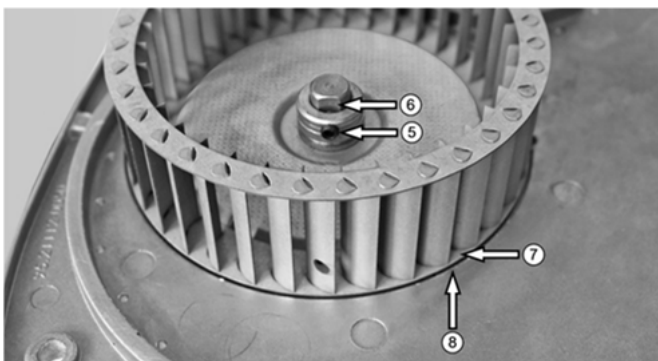

Abb. 28: Axiale Positionierung des Gebläserades
- ➔ Achten Sie darauf, dass die Befestigungsschraube ⑤ senkrecht zur Passfläche ⑥ ausgerichtet wird (s. Abb. 28).
Um die axiale Positionierung des Gebläserades sicherzustellen, muss die Innenfläche des Gebläserades ⑦ bündig mit der Fläche des Gehäusedeckels ⑧ abschließen (s. Abb. 28).
- ➔ Ziehen Sie die Befestigungsschraube ⑤ des Gebläserades fest.
Legende zu Abb. 28: